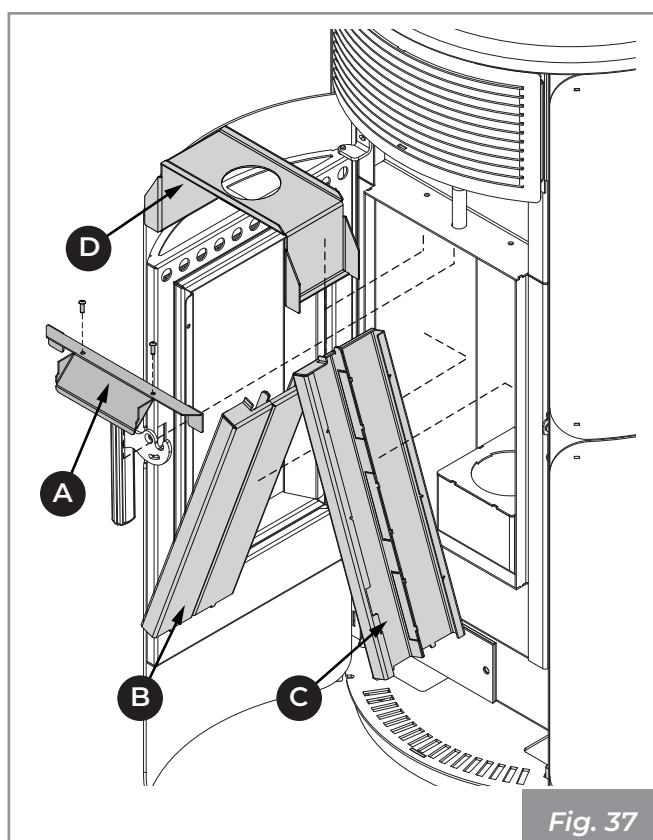

Fig. 37
- Agire sulle viti per rimuovere il deflettore aria vetro (**A**), rimuovere i pannelli laterali (**B** e **C**) interni al focolare ed il deflettore superiore (**D** - **Fig. 37**).